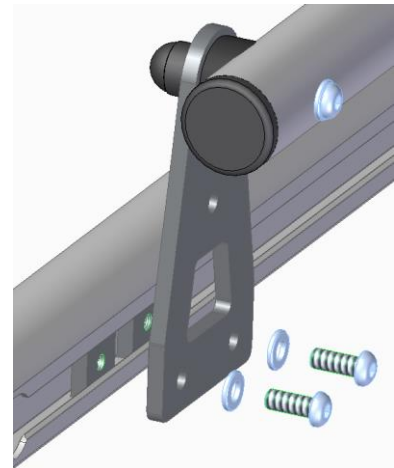

Abbildung 7
Zuletzt wird das Rohr für die Befestigungskralen (6) an einem der Querträger (2) mithilfe von Linsenkopfschrauben M6x16 (15), Unterlegscheiben (23) und Nutensteinen (20), die in die Nut des Querträgers (2) geschoben werden, montiert (Abb. 7). An diesem Rohr (6) können dann die Befestigungskralen (7 + 8) befestigt werden (siehe Titelbild der Anleitung). Je nach Montage des Auslegers (5) und der Querträger (2) muss das Rohr für Befestigungskralen (6) von den Blechen abmontiert und im unteren Loch der Bleche montiert werden. So werden Kollisionen zwischen hochgeklapptem Ausleger (5) und der Befestigungskralen (7 + 8) vermieden.